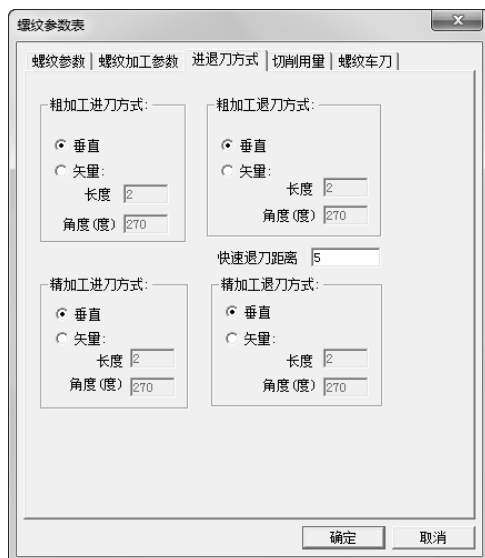

图 6-96 螺纹切削进退刀方式参数设定
3) 单击“进退刀方式”选项卡，如图 6-96 所示。设置具体参数如下：粗加工进刀方式：垂直；粗加工退刀方式：垂直；精加工进刀方式：垂直；精加工退刀方式：垂直。